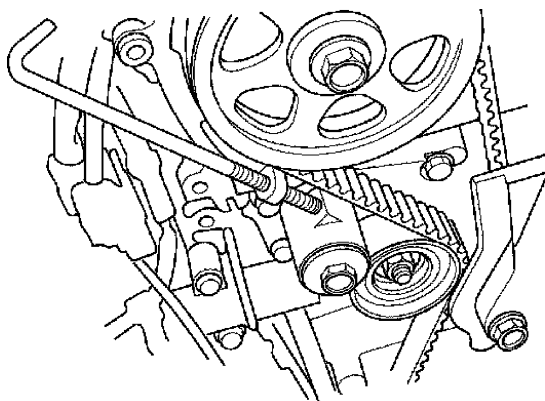

图 23-104 用螺栓固定正时带调节器
13) 按照图 23-104 所示，用打磨好的螺栓把正时带调节器固定好，并用手把螺栓拧紧。